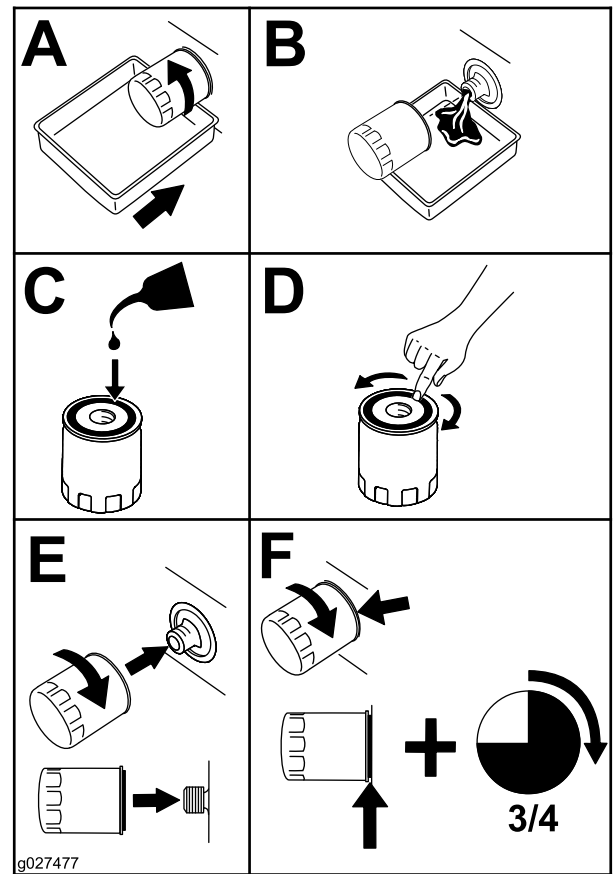

Figura 42
5. Înlocuiește filtrul de ulei de motor (Figura 42).